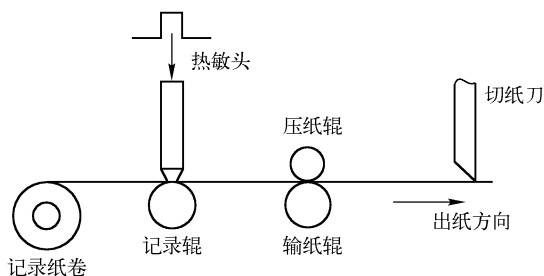

图 3-4 热敏记录结构示意图
(1) 热敏记录方式。绝大多数三类热敏传真机都是用热敏记录方式来恢复图像得到传真副本的。热敏记录是由热敏记录纸与热敏打印头（或称感热记录头）紧密接触来完成的。当热敏记录纸紧贴着热敏头上热量受控于图像信号的一排微小的发热器件（发热阻体）移动时，纸上对应于各发热电阻的点温度瞬时升高变成黑色，其他部分仍为白色，这样一幅与发送端完全相同的记录图像就逐步形成了，如图 3-4 所示。